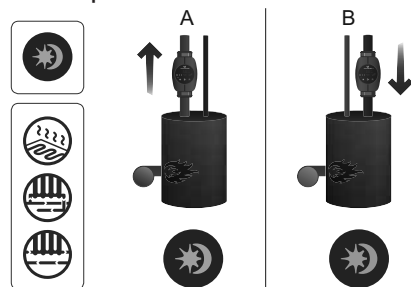

Рис. 24 Автоматический ночной режим
- Насос должен быть встроен в подающую магистраль (см. рис. 24 поз. А).
Функция автоматического ночного режима не работает, если насос установлен в обратную трубу системы отопления (см. рис. 24, поз. В).